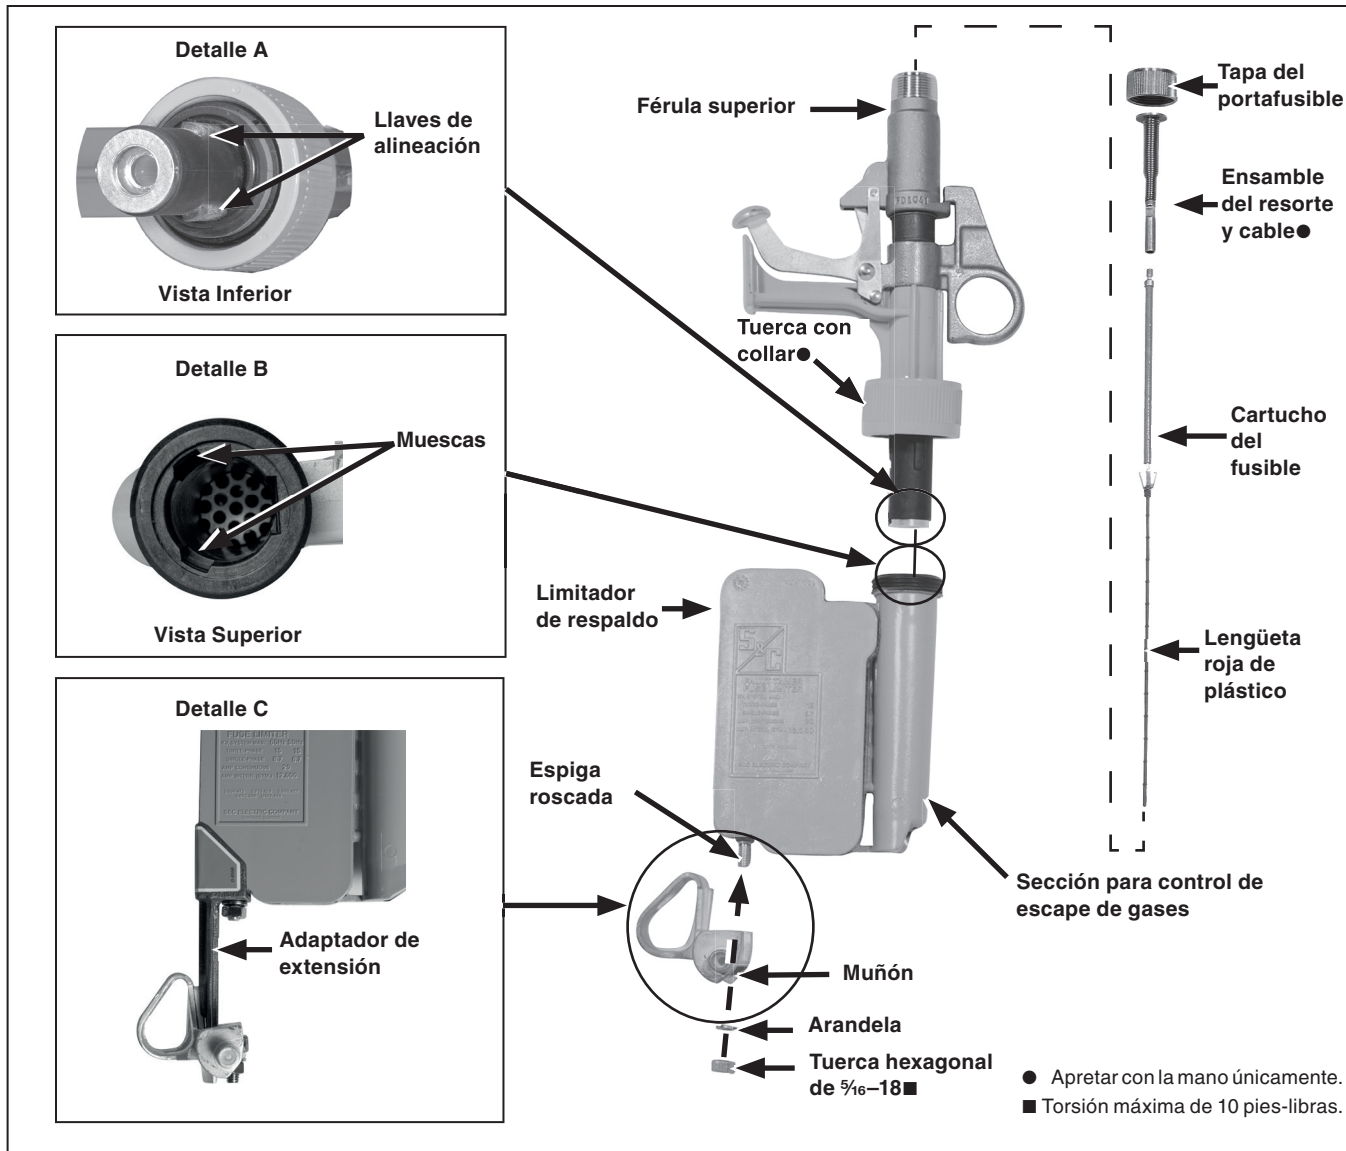

Figura 2. Fusible Limitador Fault Tamer, tubo portafusible, y cartucho del fusible.
PASO 3. Jale mediante la lengüeta roja de plástico hasta que quede extendida en línea con el cartucho del fusible, tal y como se muestra en la Figura 2, e inserte el ensamble completo (cartucho del fusible y ensamble del resorte y cable) en el tubo portafusible. Después, atornille la tapa del tubo portafusible en la férula superior del tubo portafusible y apriétela completamente con unas pinzas.
PASO 6. Ponga las llaves del tubo portafusible en una posición alineada con las muescas de la sección para control de escape de gases del limitador de respaldo. Ver Figura 2, Detalles A y B en la página 8. Inserte el tubo portafusible en la sección para control de escape de gases y apriete con la mano la tuerca con collar.
PASO 7. Sujete el muñón a la espiga roscada del limitador de respaldo utilizando la arandela y tuerca hexagonal de $\frac{5}{16}$ -18 que han sido proporcionadas. Ver Figura 2 en la página 8.
Para el Fusible Limitador Fault Tamer con aislamiento extra y adaptador de extensión: Retire el muñón del limitador de respaldo, si está instalado. Guarde el hardware. Fije el adaptador de extensión a la espiga roscada en el limitador de respaldo con la arandela de seguridad y la tuerca hexagonal de $\frac{5}{16}$ -18 provistas. Luego, fije el muñón al adaptador de extensión con el tornillo de cabeza hexagonal de $\frac{5}{16}$ -18 x $\frac{7}{8}$ la arandela de seguridad y la tuerca hexagonal de $\frac{5}{16}$ -18 que se proporcionan. Ver Figura 2 Detalle C en la página 8.
- PASO 8.** Empuje la férula superior hacia abajo hasta que se detenga de manera positiva, esto con el fin de verificar que la férula superior y el mecanismo de cierre realicen su trayecto completo. Ver Figura 2 en la página 8.